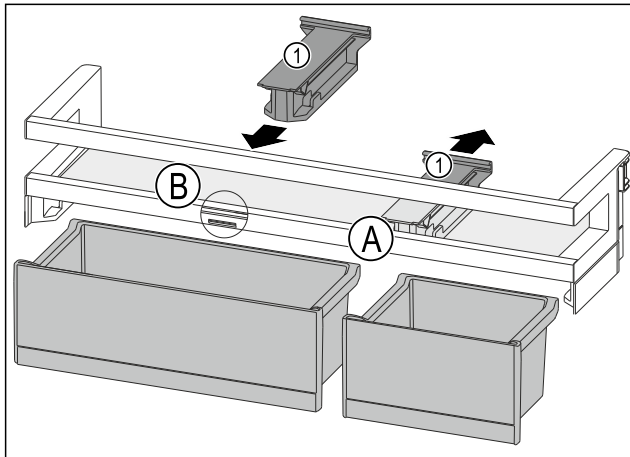

Fig. 89
- ▶ Снимите крепление Fig. 89 (1) в позиции Fig. 89 (A), отодвинув его назад.
- ▶ Установите крепление Fig. 89 (1) в позиции Fig. 89 (B).